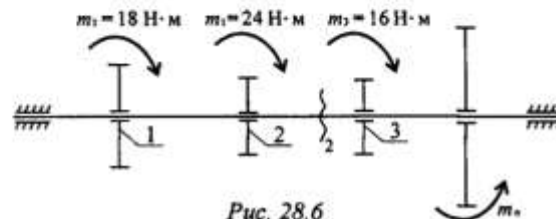

Рис. 28.6
1. Определите крутящий момент в сечении 2-2 (рис. 28.6)